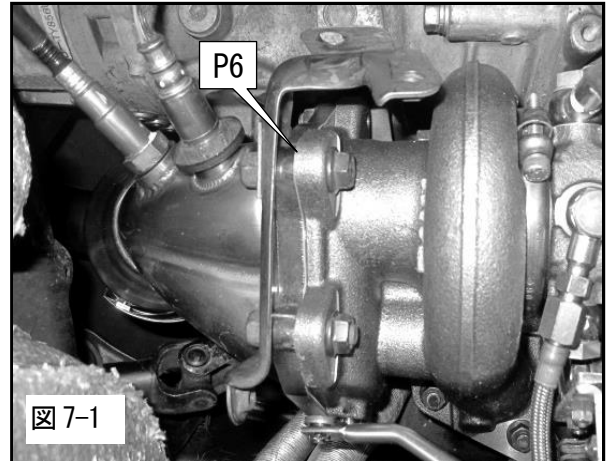

図 7-1
(1) フロントパイプをターボチャージャ Assy—マフラー間に取付けてください。(図 7-1)